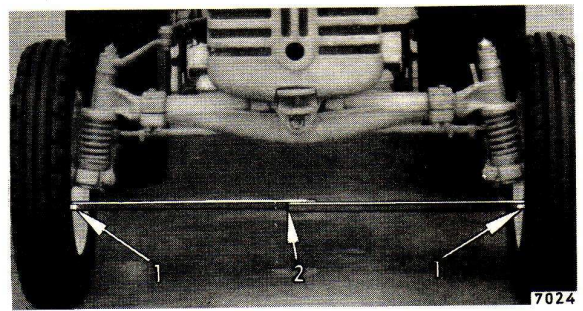

Fig. 20.- 1. Mesurez la distance à la hauteur des moyeux - 2. Règle coulissante
Les roues avant doivent avoir un pincement de 3 à 5 mm ($1/8''$ à $3/16''$). Mesurez la distance entre les bords extérieurs des jantes, à la hauteur des moyeux, voir (1) fig. 20. Repérez ces points à la craie et faites tourner les roues d'un demi-tour en arrière. Mesurée en ce dernier endroit, la distance entre les repères doit être de 3 à 5 mm plus grande qu'à l'avant.